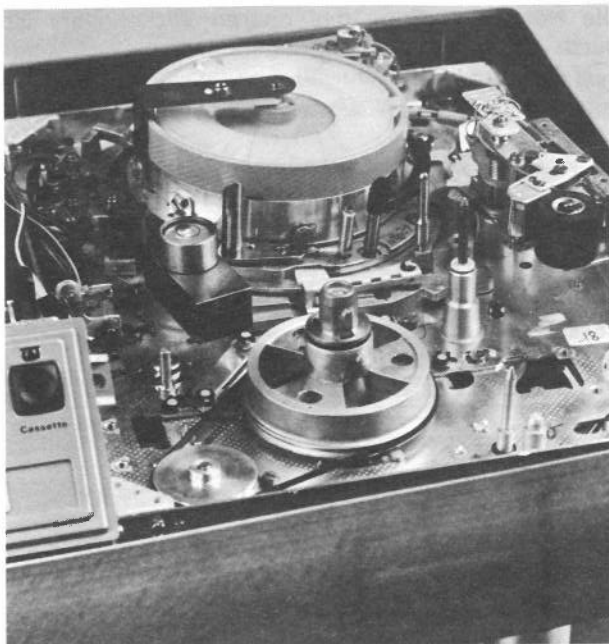
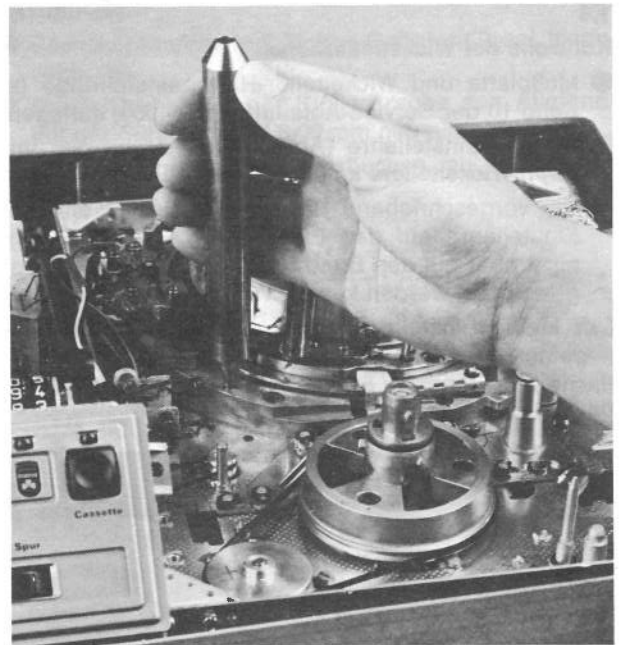

Abb. 11
Abb. 12
- Klemmlibelle bündig zur Libellenoberkante auf den jeweiligen Cassettenbolzen aufstecken (Einfuhrbolzen Abb. 11, Auslaufbolzen Abb. 13 und mit der Schränkelle Abb. 12 und 14) nach Abb. 15 die Luftblase der Libelle in die geforderte Lage bringen.